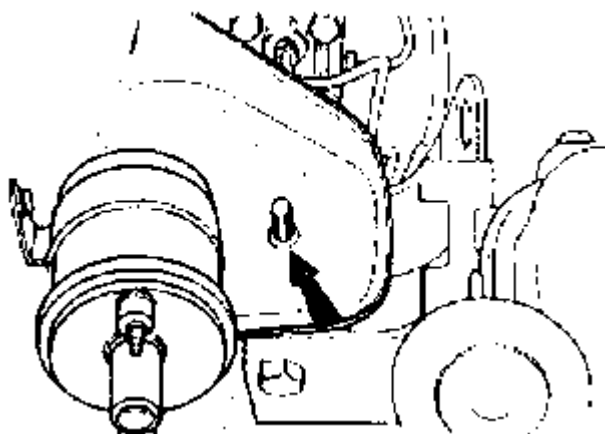

Figura 24: Localização do prisioneiro na aba do para-lama.
- 2 . Desligar cuidadosamente o conjunto motor/transmissão por baixo do veículo e, através de uma corrente, levantá-lo até que o prisioneiro do suporte direito do motor fique corretamente posicionado no orifício da aba do para-lama (Figura 24). Instalar a porca e parafuso da saia do para-lama;